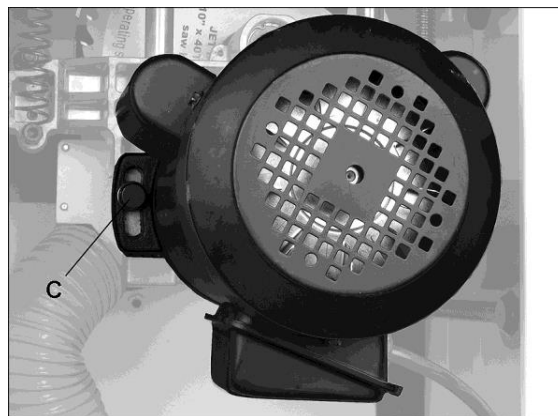

Рис. 7-11
2. Ослабьте болт (С, Рис. 7-11) в пазу кронштейна двигателя. При необходимости также слегка ослабьте шестигранную гайку с противоположной стороны кронштейна.